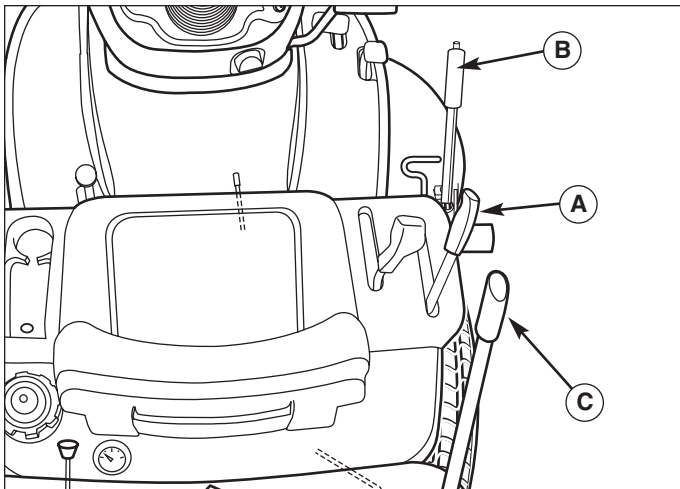

Figure 8. Relever et abaisser la tondeuse
2. Mettre la tondeuse sur la position de coupe la plus basse, à l'aide du levier de réglage de hauteur de coupe (C, Figure 8).
3. Placer le levier de levage de la tondeuse (A, Figure 8) en position abaissée.
3. Placer le régulateur de hauteur de la tondeuse (B, Figure 8) sur la position la plus basse. Placer le levier de levage de la tondeuse (A) à sa position la plus basse. Glisser la plate-forme de tondeuse sous le côté droit du tracteur de telle sorte que le dispositif d'attelage de la tondeuse soit aligné avec le dispositif d'attelage avant du tracteur.